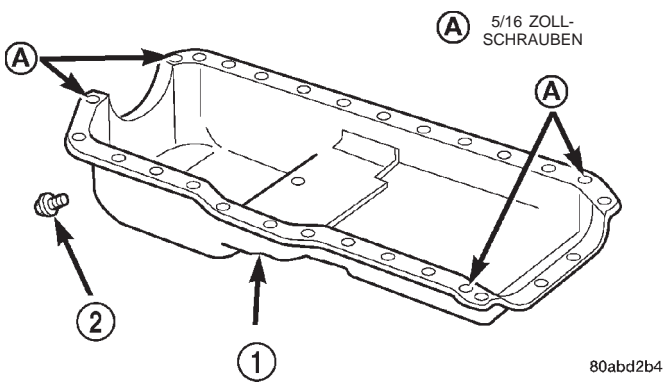

Abb. 71 Lage der 5/16 Zoll-Ölwanne-schrauben
(6) Ölwanne über die Bolzen auf die Dichtung aufsetzen. Dabei den Fühler/Motorölstand, falls eingebaut, nicht beschädigen.
(7) Die 1/4 Zoll-Ölwannebolzen eindrehen und mit einem Anzugsmoment von 9,5 N·m (84 in. lbs.) festziehen. Die 5/16 Zoll-Ölwannebolzen eindrehen (Abb. 71). Mit einem Anzugsmoment von 15 N·m (132 in. lbs.) festziehen.
(8) Zentrierbolzen entfernen. Die restlichen 1/4 Zoll-Ölwannebolzen eindrehen und mit einem Anzugsmoment von 9,5 N·m (84 in. lbs.) festziehen.
(9) Motor in die Motoraufhängung ablassen.
(10) Durchsteckschrauben montieren und Muttern festziehen.
- (11) Stützbock ablassen und Holzstück wegnehmen.
- (12) Abdeckung der Kupplungs-/Wandlerglocke montieren.
- (13) Anlasser einbauen.
- (14) Auspuffrohr an der Aufhängung und am Auspuffkrümmer montieren.
- (15) Leitungen/Getriebeölkühlung (je nach Ausstattung) und Kabelhalterungen/Lambda-Sonde wieder an den Ölwannebolzen befestigen.
- (16) Ölablaßschraube eindrehen (Abb. 71). Mit einem Anzugsmoment von 34 N·m (25 ft. lbs.) eindrehen.
- (17) Fahrzeug ablassen.
- (18) Batterie-Minuskabel (-) anschließen.
- (19) Vorgeschriebene Motorölmenge einfüllen.